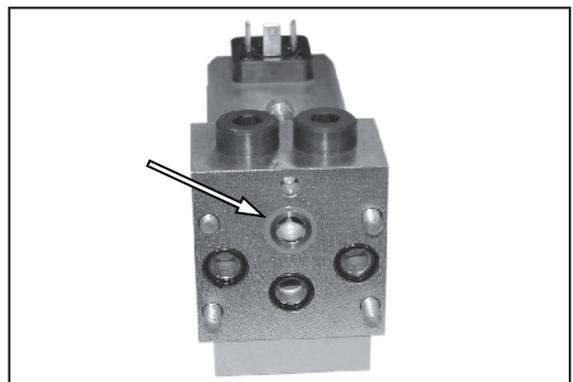

Figure 45.
3. Voir Figure 45. Enlevez la vanne à 2 positions / 4 voies. Nettoyez et inspectez les joints toriques. Remplacez au besoin.